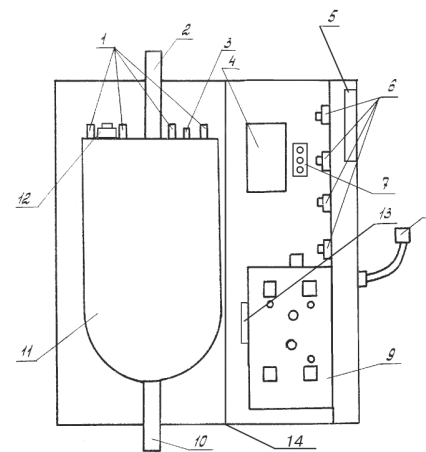

Рис. 1
5.1. Электродкотел состоит из четырех частей: теплообменника (бака), блока управления, коммутационных элементов, пускателя магнитного (рис.1).